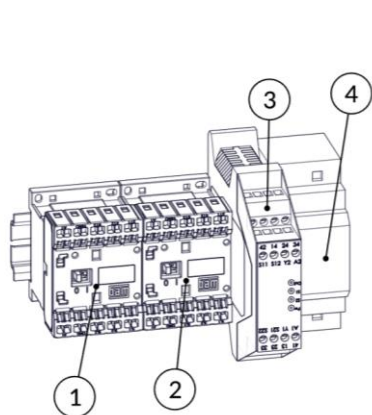

FIG. 7
- f) Inspeção todo o conjunto elétrico (contatores (FIG. 7), relê de segurança (FIG. 7) e fonte 24 V (FIG. 7)) e verifique se há contaminação destes componentes por agentes externos agressivos ao sistema, tipo: sabão, água, insetos, etc. Verificar também a integridade dos cabos elétricos e seus terminais elétricos. Caso haja contaminação do sistema, deve-se proceder a troca do componente degradado;